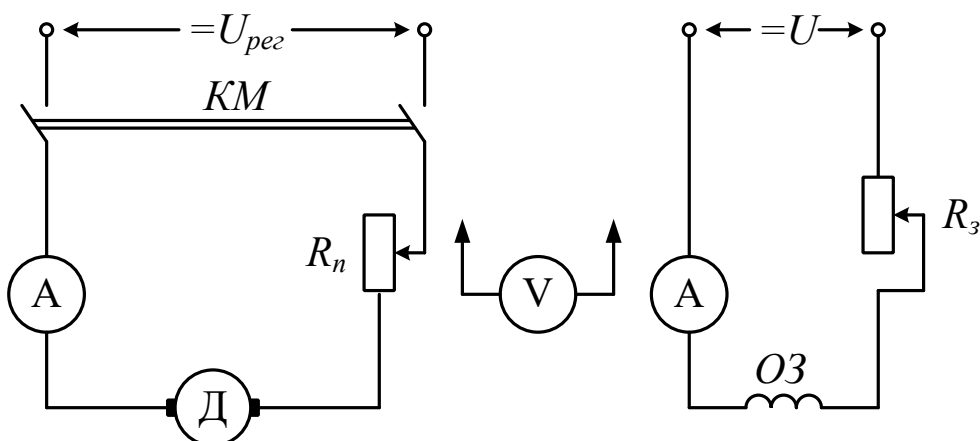

Рисунок 3.1
2.1 Складіть електричну схему експерименту (рисунок 3.1) і запросіть викладача для перевірки.